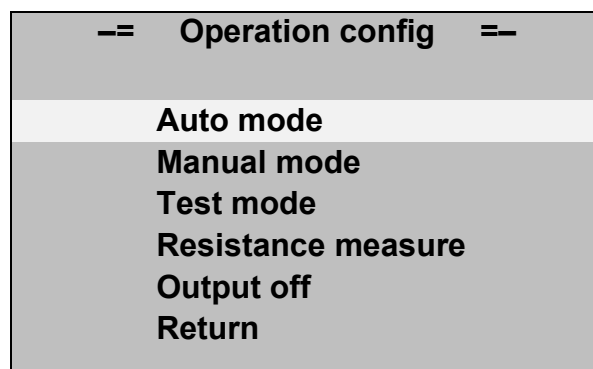

Рисунок 3.6
3.4.4 Меню настройки режима работы «**Operation config**» состоит из следующих команд (рисунок 3.6):